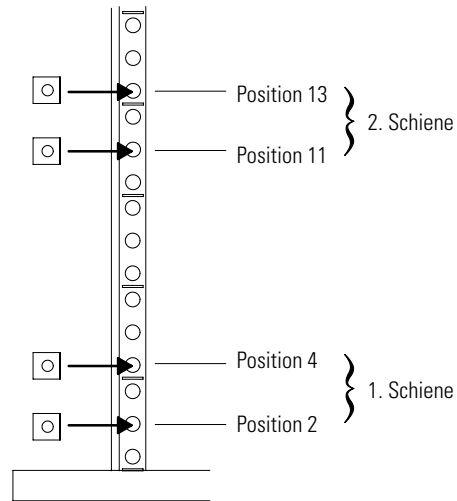
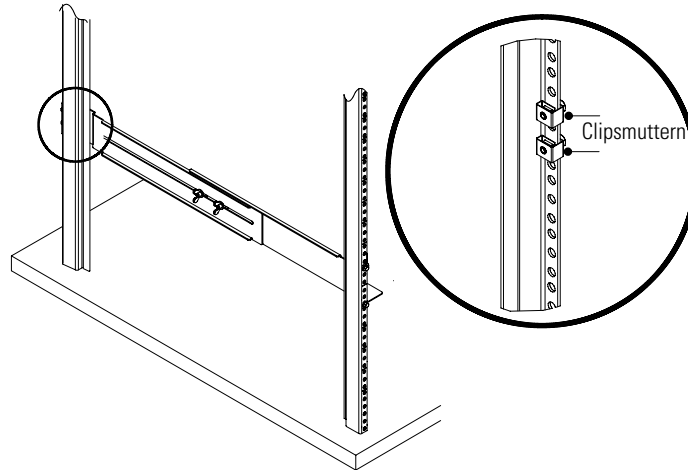

Abbildung 5. Position der Schrauben der Hinteren Schiene
Abbildung 6. Befestigen der Hinteren Schiene
4. Die Schiene mit zwei Clipsmuttern und zwei Sechskantschrauben an der Rückseite des Racks befestigen (siehe Abbildung 5 und Abbildung 6).